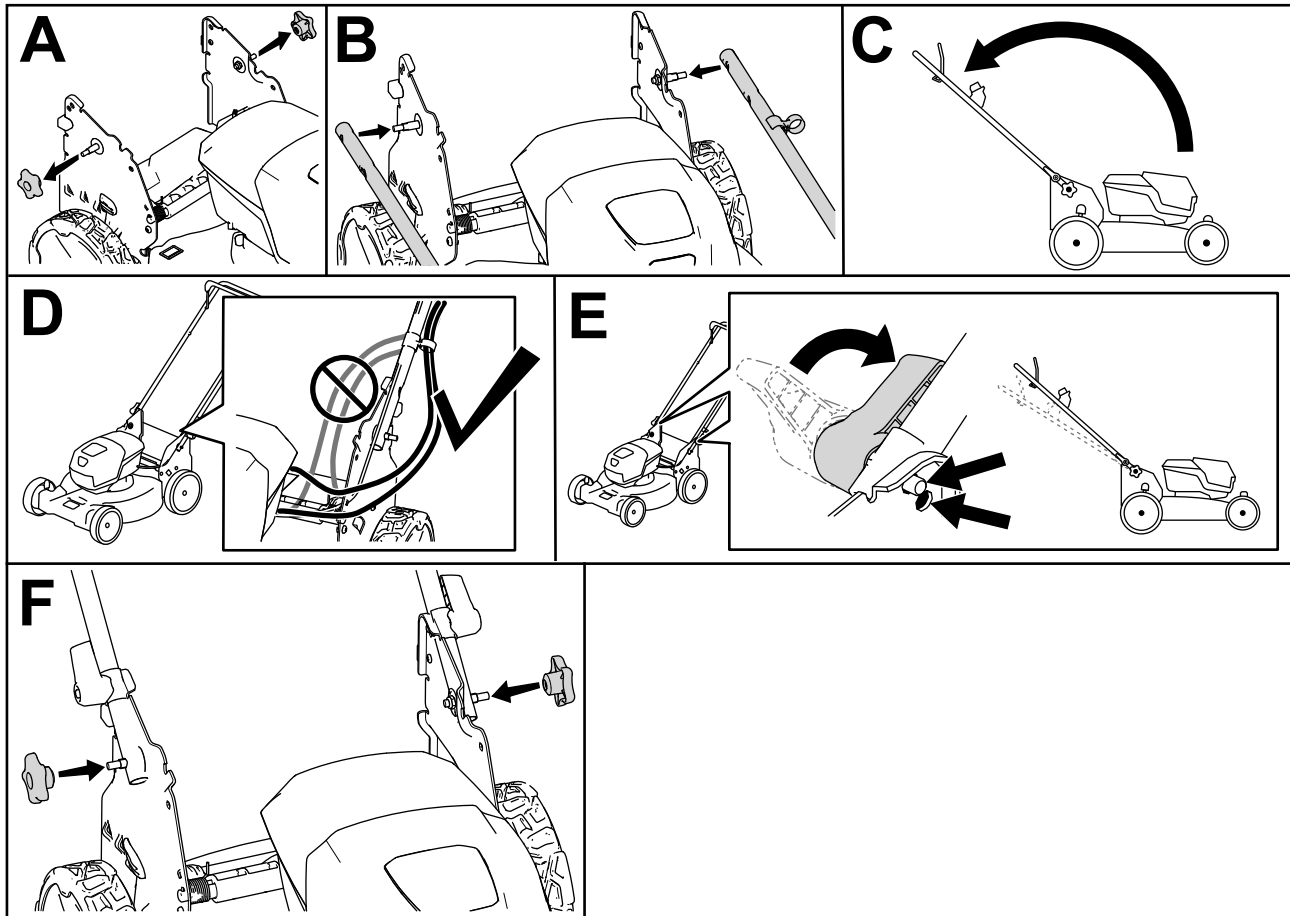

Figure 4
1. Retirez les boutons du guidon (A de Figure 4).
2. Fixez le guidon sur la machine au moyen des trous situés aux extrémités du guidon (B de Figure 4).
3. Ramenez la poignée en arrière à la position d'utilisation (C de Figure 4).
4. Vérifiez que les câbles passent bien à l'extérieur du guidon (D de Figure 4).
5. Engagez les verrous du guidon jusqu'à ce que la goupille s'enclenche en place et bloque le guidon à la position d'utilisation (E de Figure 4).
6. Serrez les boutons sur les boulons du guidon pour fixer le guidon en place (F de Figure 4).